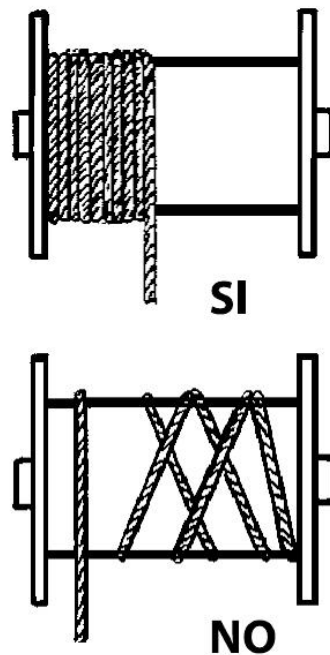

FIG. 5 — Enrolamento do cabo no tambor: correto e incorreto
- 7) Durante a utilização certifique-se constantemente de que o cabo se enrola corretamente no tambor, espira contra espira, sem folgas nem sobreposições. Se tal não suceder, desenrole o cabo e rebobine-o corretamente mantendo-o sempre sob tensão (Fig. 5).